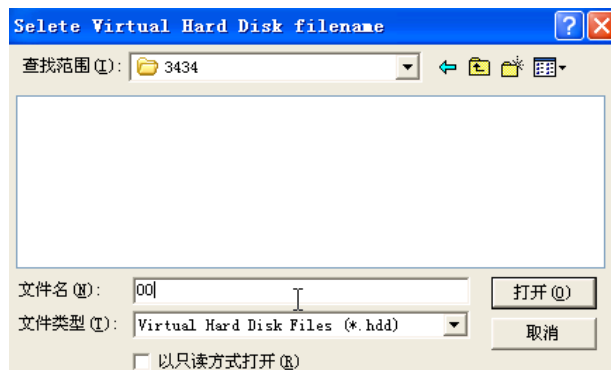

图 5-9 创建 00
(4) 建立一个文件夹，不能用中文，可以用数字和英文。如建立一个文件名为 00，如图 5-9 所示。